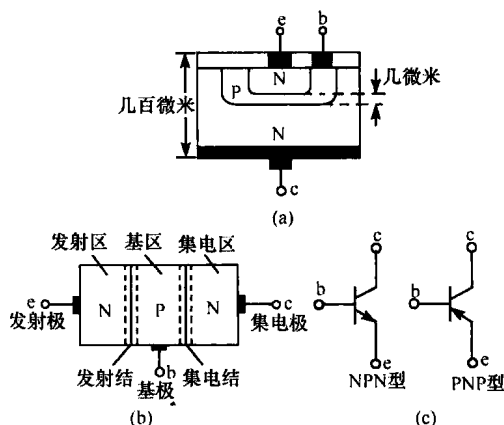

图 1-2 晶体管的结构和符号
(3)结构和符号如图 1-2 所示,以后以 NPN 为例进行分析。